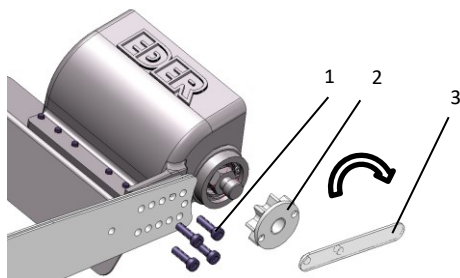

Fig. 2 : Fixation de la tête d'écorçage sur le support
- > Vissez la tête utilisée avec les 4 vis M6x20 (**1** - Fig. 2). Vérifiez régulièrement le serrage des vis. La tête choisie peut être vissée dans différentes positions selon le modèle de tronçonneuse. La position correcte est celle qui permet à la chaîne d'entraînement d'être suffisamment tendue et aussi retendue.
- > Vissez le pignon d'entraînement sur le carter (**2** - Fig.2) et serrez-le avec la clé à ergot (**3** - Fig.2).